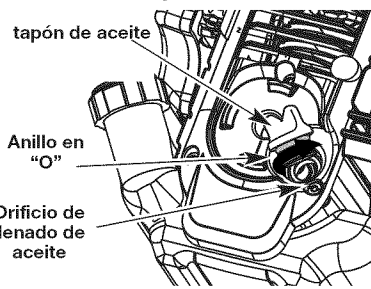

Fig. 7
3. Saque el tapón de aceite/varilla de medición del cigüeñal (Fig. 7).